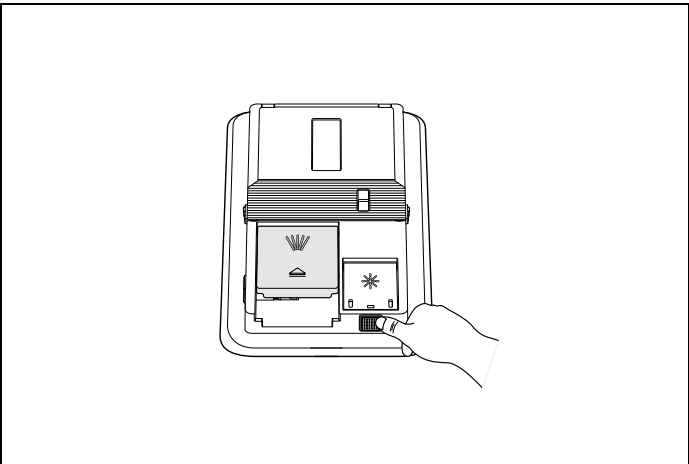

Fig. 72
2) Riempire lo scomparto con il brillantante fino al livello MAX, quindi chiudere il coperchio. Non riempire eccessivamente lo scomparto del brillantante e rimuovere eventuali versamenti Fig. 72 .